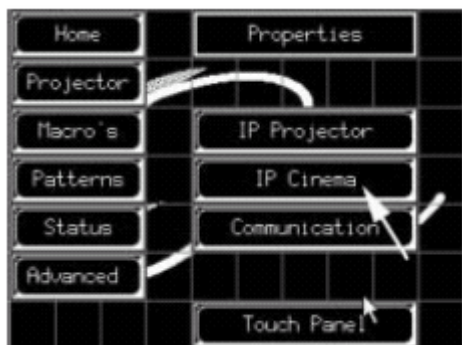

图 11-12 选中IP电影院IP地址
1. 按“IP Cinema”（电影院IP地址）按钮。（图 11-12）